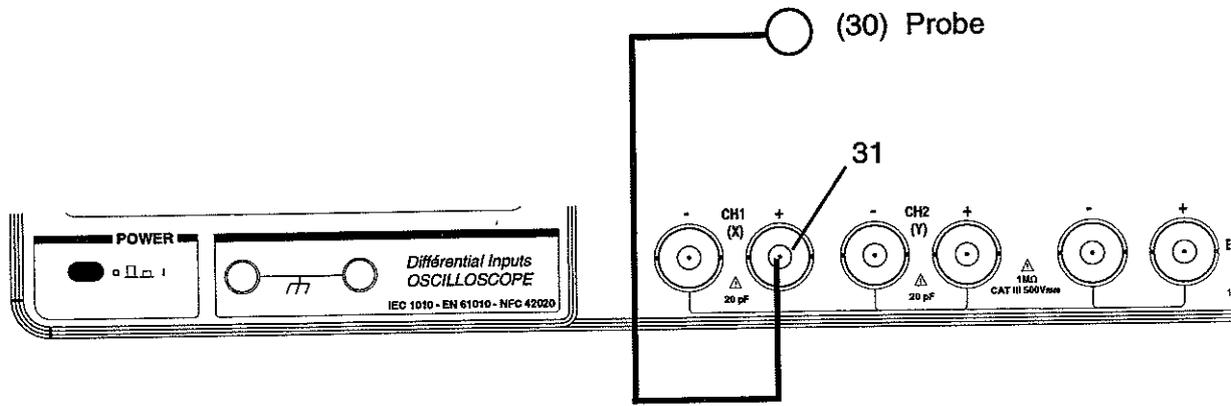
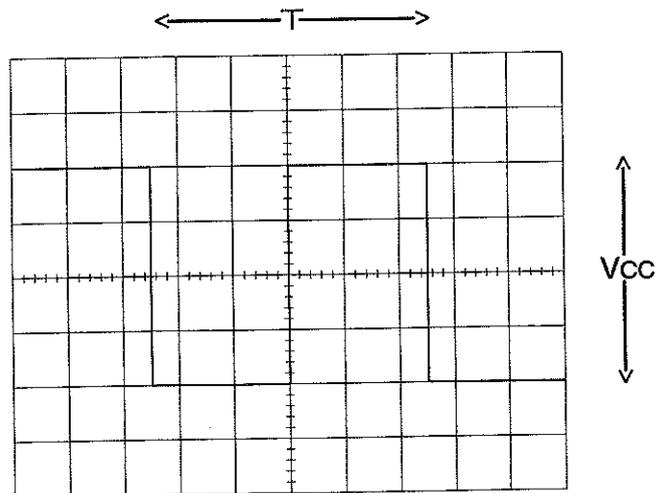

figure 9
figure 10
- . mode de déclenchement (17) : AUTO
- Raccorder la sortie PROBE (30) à l'entrée CH1+ (31) en utilisant une sonde 1/10 (figure 9).
- . la sensibilité verticale (34) : 50 mV/div.
- . le coefficient de balayage (18) : 0,2 ms/div.
- En cas de défilement du signal à l'écran, ajuster le niveau de déclenchement avec le potentiomètre LEVEL (14) jusqu'à l'obtention d'une image stable (figure 10).